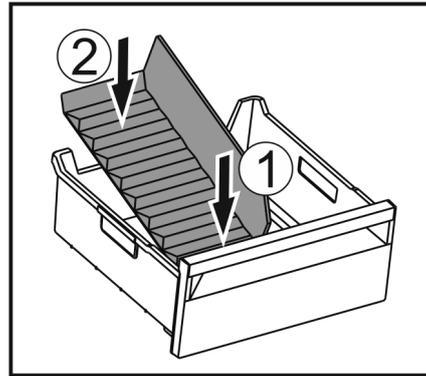

Fig. 184
- Colocar la parte delantera del separador para congelador. Fig. 184 (1)
- Bajar la parte posterior del separador para congelador hasta la base del cajón. Fig. 184 (2)